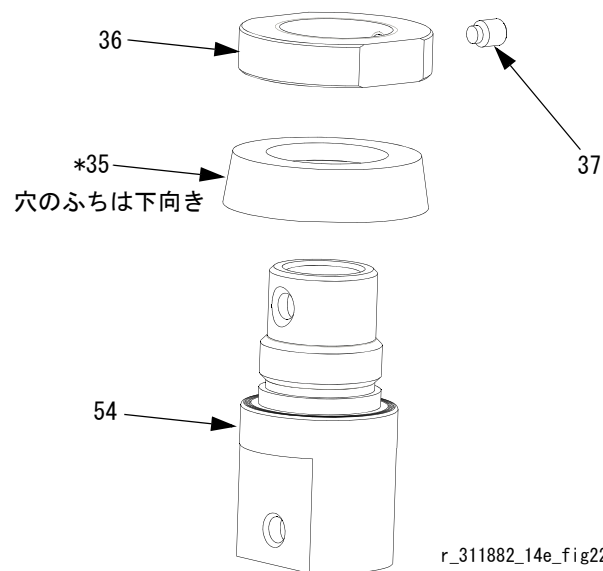

図 22
10. カラー (36) の締めたネジ (37) を緩めます。ピストン筐体 (54) からカラーを外します。U カップ (35*) を取り外します。損傷がないか、すべての部品を点検します。図 22 を参照のこと。